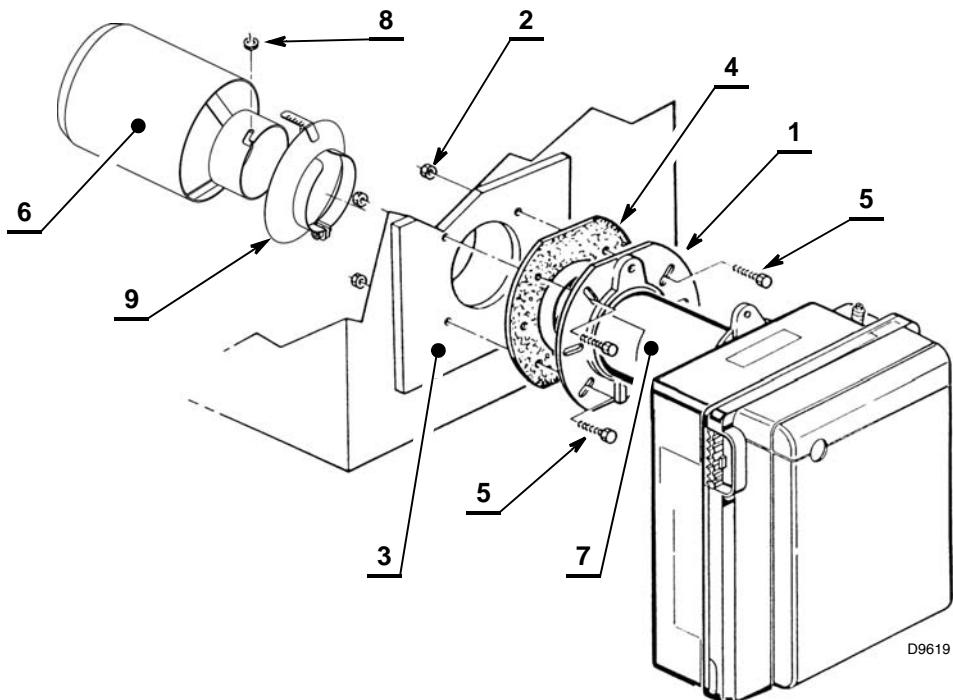

Fig. 7
- Fixer sur la plaque de la chaudière 3) (Fig. 7) la bride 1) à l'aide des vis (5) et (si nécessaire) des écrous (2) en interposant l'écran isolant 4);